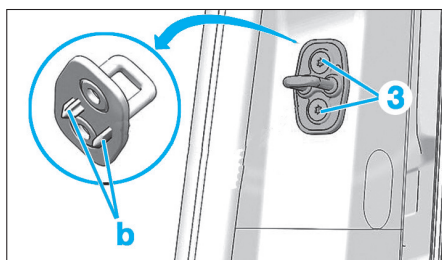

Fig. 91
- Déposer les vis (3) de la gâche de porte avant.
- Serrer la gâche et remonter l'aile (Fig.91).
- Déposer la vis (3) et dégager la gâche (Fig.91).
- Reposer les vis (3) sans les serrer.